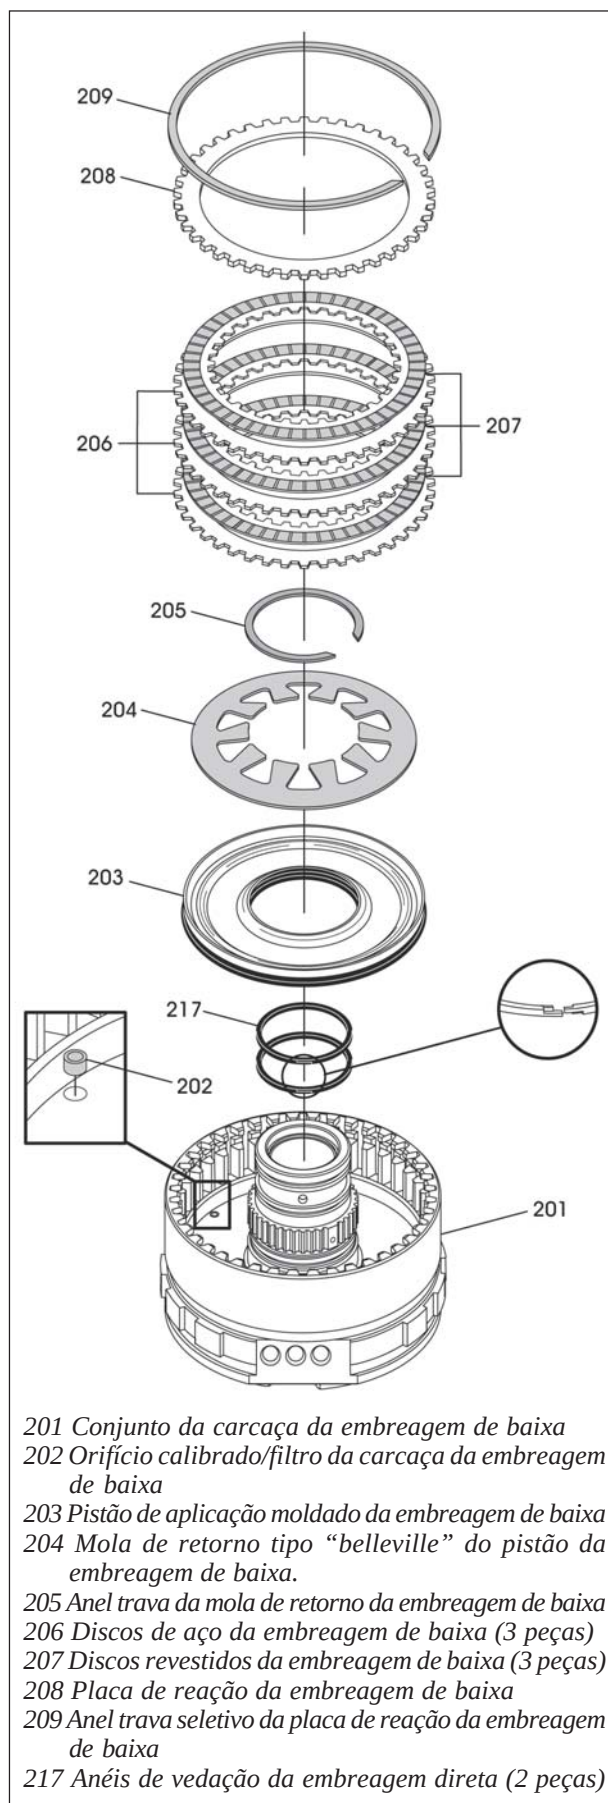

Figura 144
1. Desmonte o conjunto da carcaça da embreagem de baixa utilizando a figura 144 como guia.